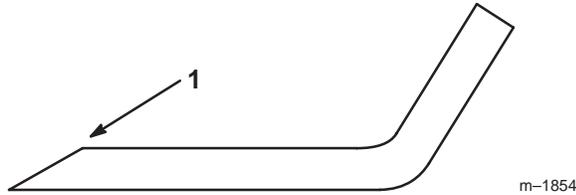

Bild 35
- Schärfen Sie die Schneidkante an beiden Enden des Schnittmessers mit einer Feile (Bild 35). Behalten Sie den ursprünglichen Winkel bei. Das Schnittmesser behält seine Auswuchtung bei, wenn von beiden Schneidkanten die gleiche Materialmenge entfernt wird.